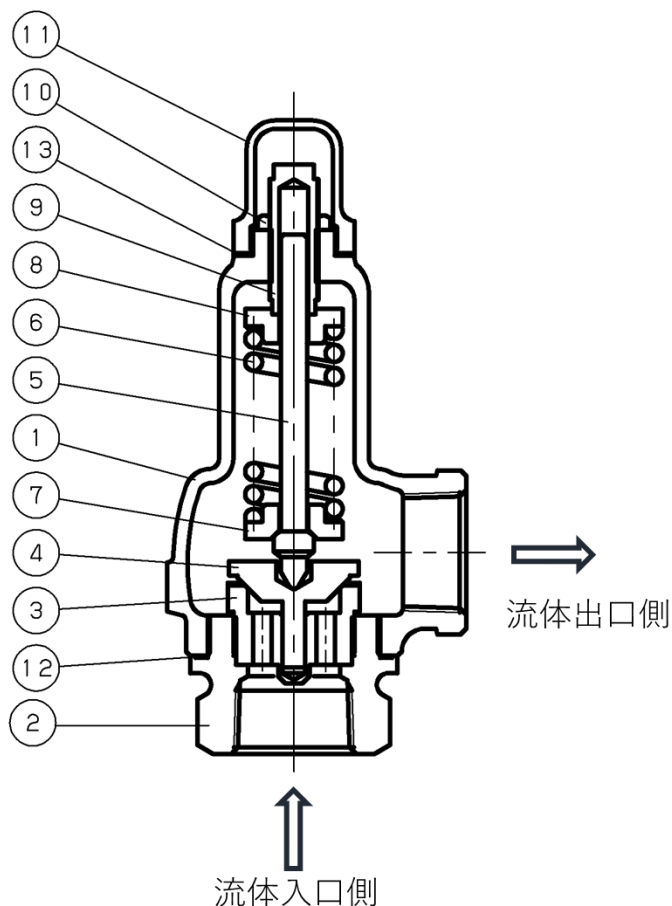

図2. 構造図
リリーフ弁の入口側の圧力が高くなり、設定圧力に近づくと、弁体④を押し上げようとする流体の力が、弁体④を押し下げているばね⑥の力に近づき、さらに圧力が上昇すると弁体④が開き、流体を放出します。入口側圧力に応じて弁体の開度が変わり、圧力が制御されます。(図2.を参照)